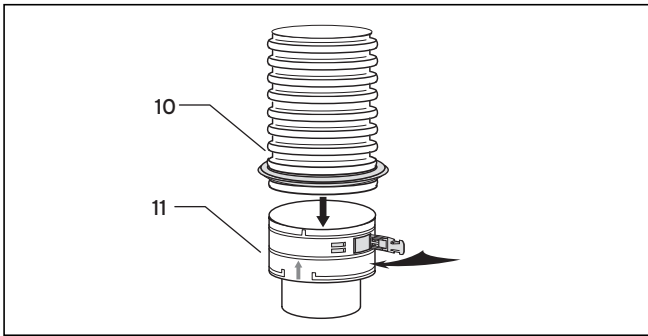

Рис. 5.51 Вставной элемент с гибким выпускным газопроводом
- Поступайте так же, как и при монтаже вставного элемента (см. рис. 5.51).